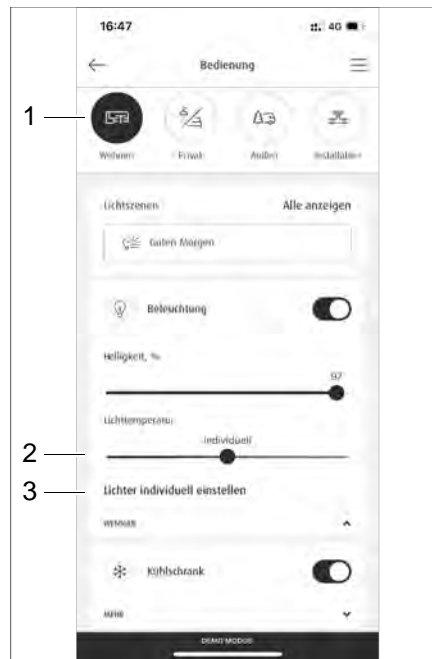
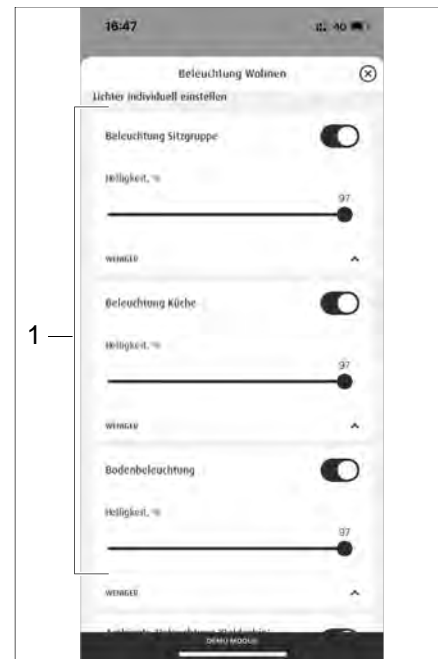

Bild 281 Auswahl vorgefertigter Szenarios
Bild 282 Verwaltung der Szenarios
- Im Menü *Bedienung* auf die Schaltfläche *Wohnen* (Bild 281,1) tippen.
- Im Menü *Wohnen* auf *Lichter individuell einstellen* (Bild 281,3) tippen.
Es öffnet sich das Menü *Lichter individuell einstellen* (Bild 282).
- In der Beleuchtungsauswahl (Bild 282,1) die gewünschte Beleuchtung auswählen und mit dem Schieberegler (Bild 281,2) die Lichttemperatur einstellen.